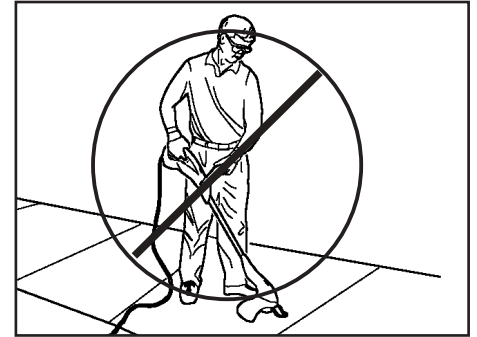

Fig. 4-2F
8. **DO NOT BUMP TRIMMER ON CONCRETE.** This can damage the stringhead (Figure 4-2F).
8. **NE PAS HEURTER LE TAILLEUR CONTRE LE BÉTON.** Ce qui pourrait endommager le serre-fil (Figure 4-2F).